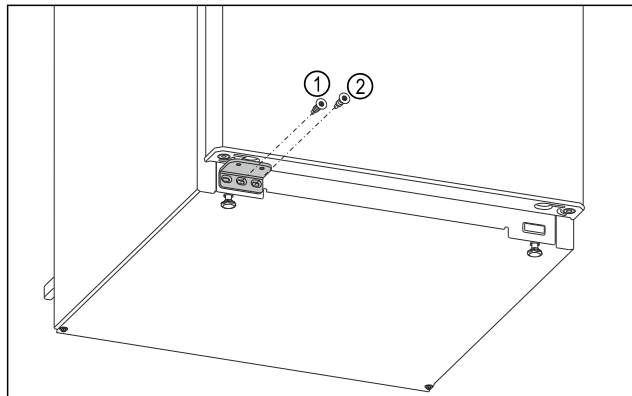

Fig. 17
- Utáhněte prostřední šroub stojanu ložiska Fig. 17 (1) šroubovákem Torx 20.
- Utáhněte vnitřní šroub stojanu ložiska Fig. 17 (2) šroubovákem Torx 20.